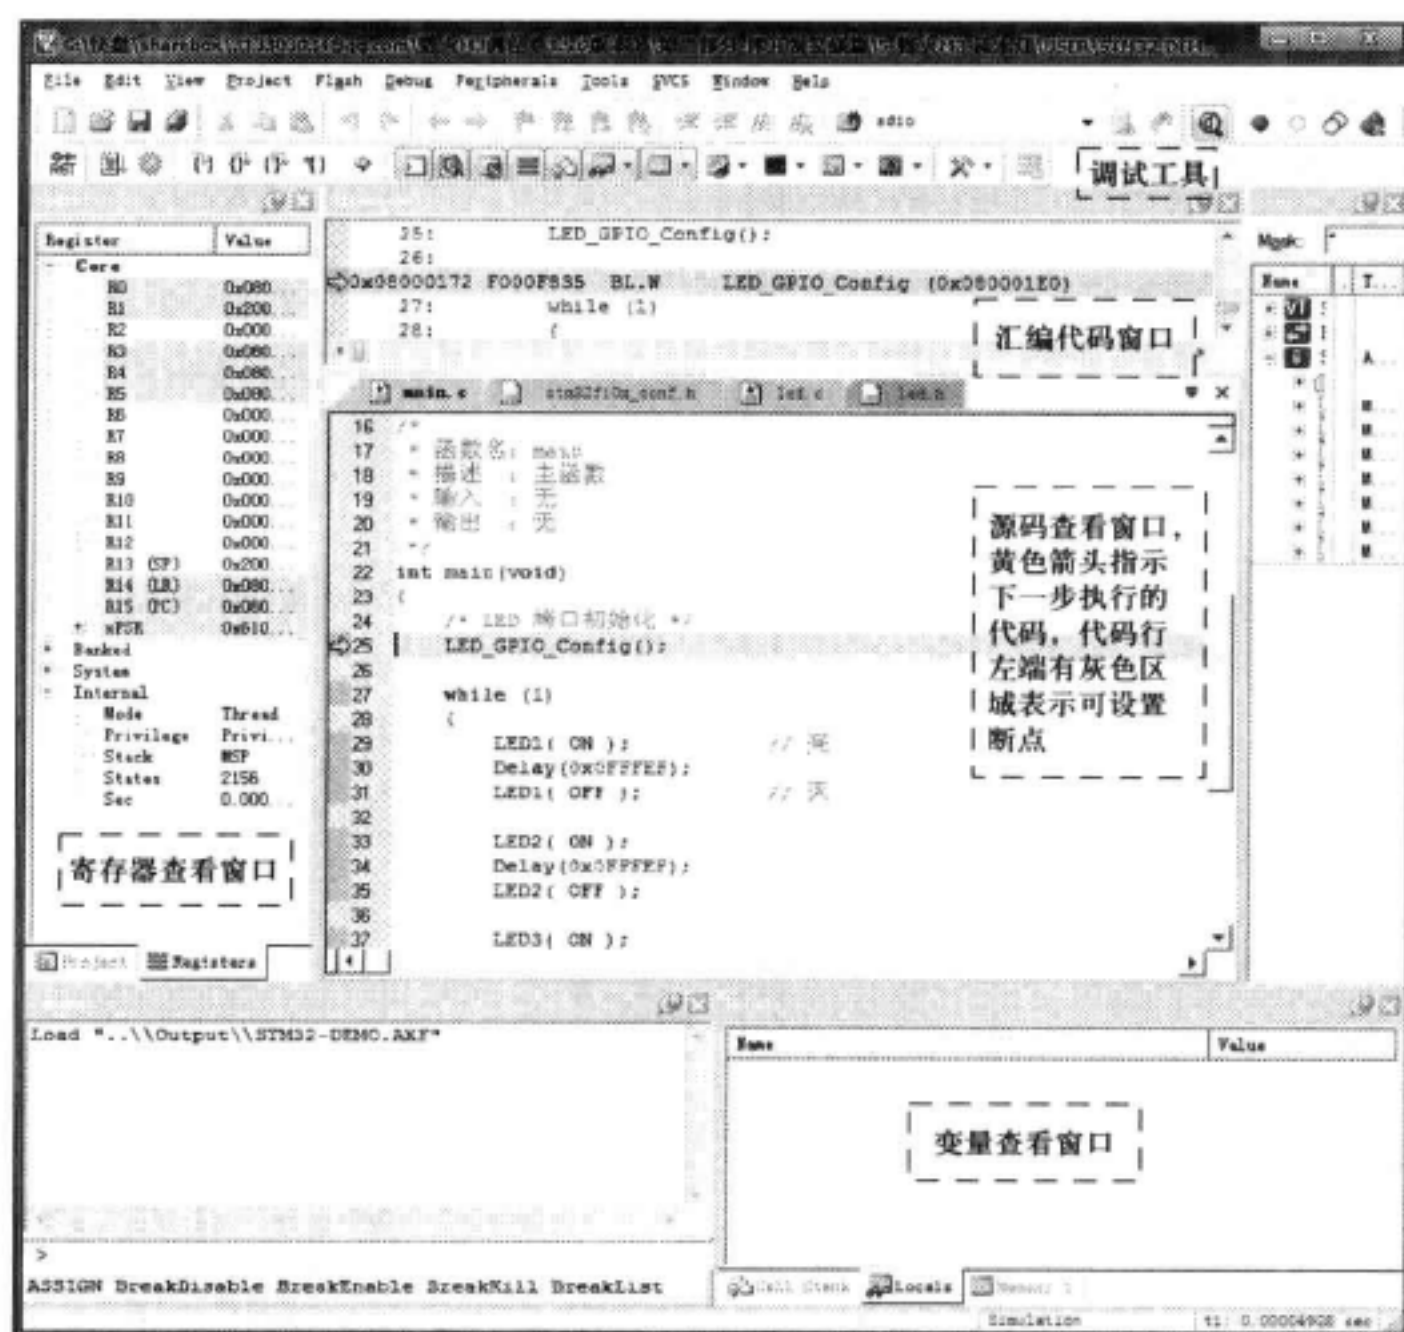

图 5-3 调试界面
- 3) 点击 Debug  按钮，开始调试，弹出了调试界面，见图 5-3。